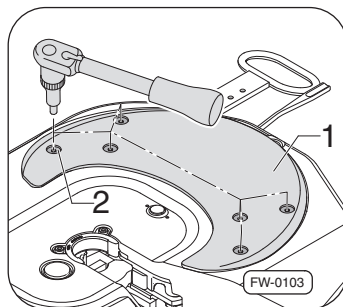

Рис. 37 · Удаление винтов пластин скольжения
1. Выверните винты (12x) ⇒рис. 37, –поз. 2– и утилизируйте их.